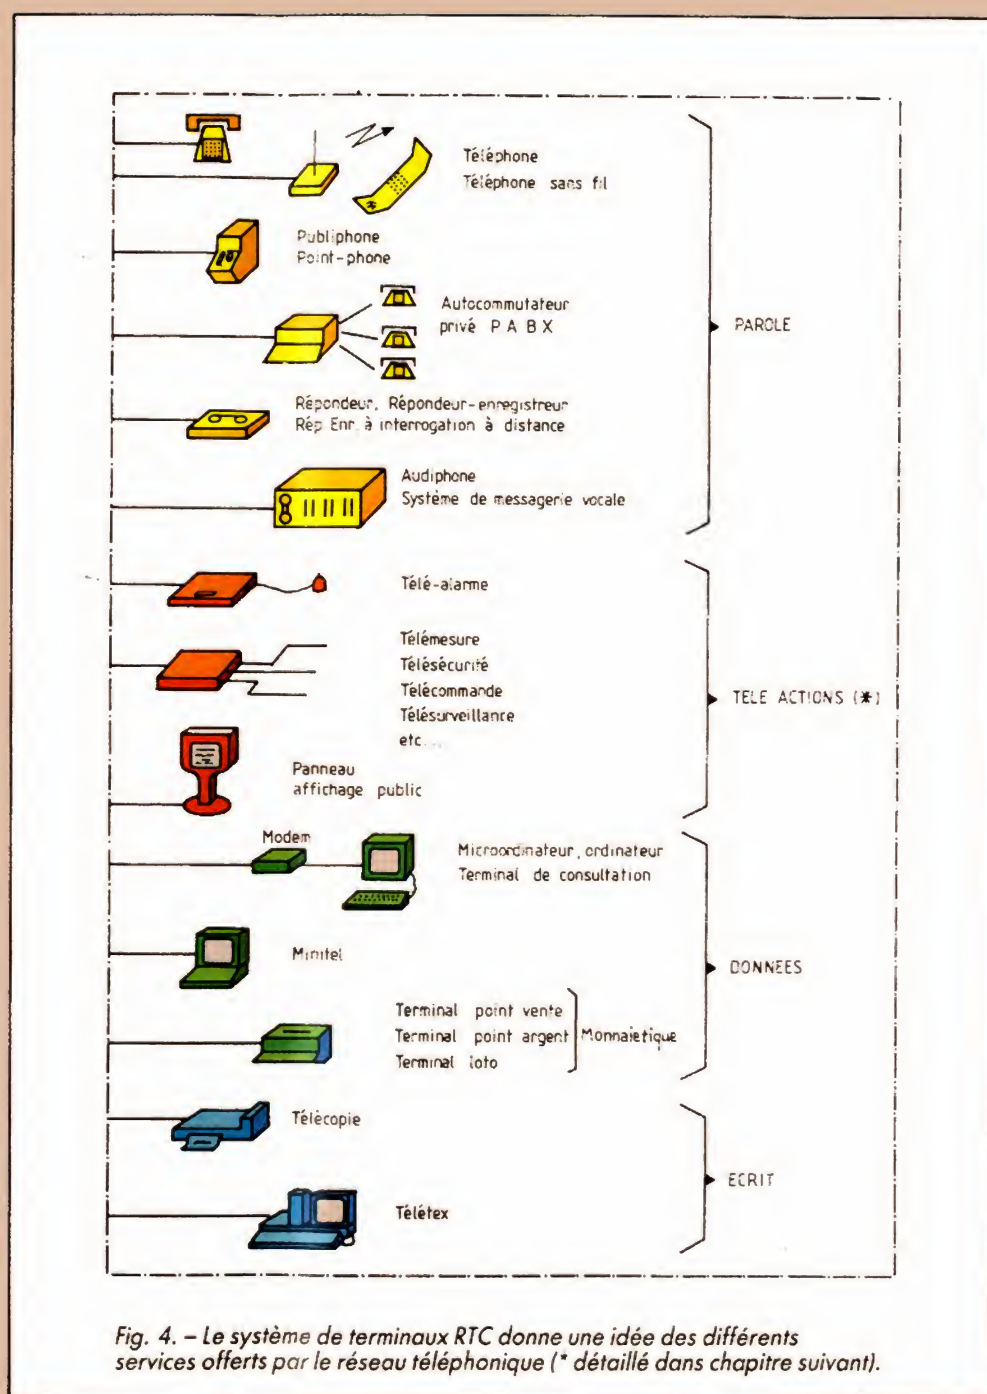
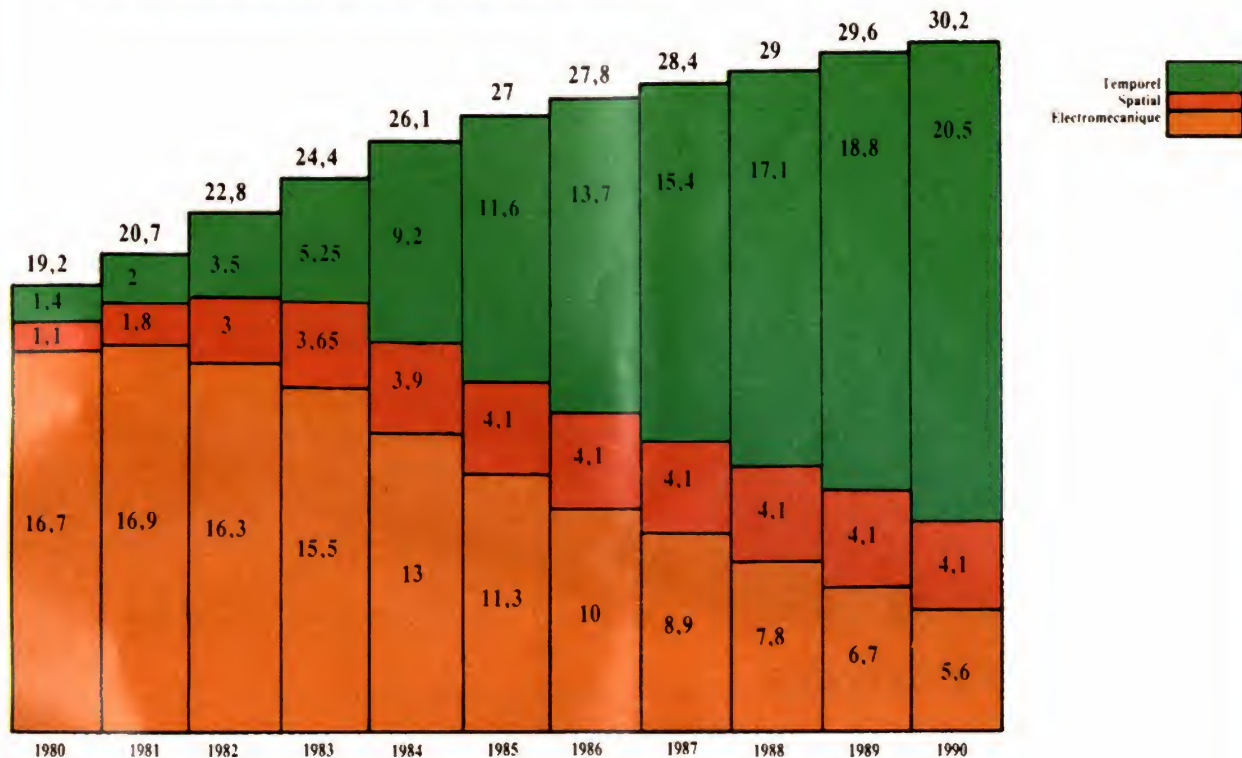

Fig. 4. - Le système de terminaux RTC donne une idée des différents services offerts par le réseau téléphonique (* détaillé dans chapitre suivant).
Fig. 14 – La part croissante du numérique dans le réseau téléphonique commuté.
M.I.C.) mais aussi au domaine de la HiFi (Compact-Disc et D.A.T.) (fig. 4, voir aussi fig. 14).